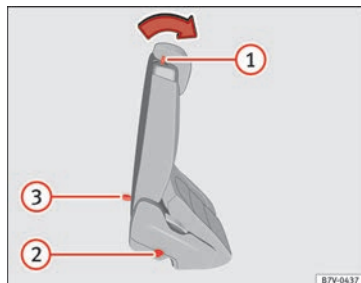

Abb. 158 Zweite Sitzreihe: Bedienungselemente der Einstiegsilfe.
- Gegebenenfalls Gegenstände aus dem Fußraum der zweiten Sitzreihe entfernen »» ❶.
- Einstiegshilfe für die dritte Sitzreihe »» Abb. 158 ❶ nach vorn drücken und Rück Sitzlehne umklappen. Dieser Sitz klappt komplett nach vorn »» ⚠ und kann in Längsrichtung noch weiter nach vorn geschoben werden.
- Der Rücksitz muss sicher eingerastet sein, damit die Schutzwirkung der Sicherheitsgurte auf den hinteren Sitzplätzen gewährleistet ist. Die rote Markierung »» Abb. 158 ❷ darf nicht mehr sichtbar sein »» ⚠ in Rücksitze in Ladebodenposition klappen auf Seite 164.
Wenn der Hebel »» Abb. 158 ❶ außer Funktion ist, z.B. nach einem Unfall, können die Sitze der zweiten Sitzreihe von der dritten Sitzreihe aus nach vorn geklappt werden, um den Ausstieg aus der dritten Sitzreihe zu erleichtern »» ⚠.
- Schlaufe »» Abb. 158 ❸ nach hinten ziehen und Rücksitzlehne nach vorn klappen. Der komplette Rücksitz klappt nach vorn »» ⚠.
- Eine rote Markierung an der Seite des Sitzes »» Abb. 158 ❷ signalisiert eine nicht eingerastete Lehne. Die rote Markierung darf im korrekt eingerasteten Zustand nicht sichtbar sein.